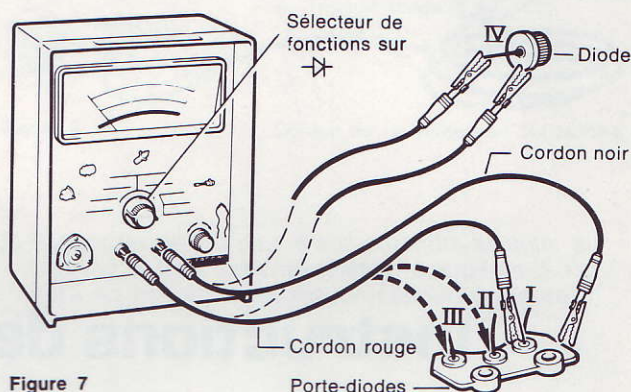

Figure 7
2. Raccorder l'appareil au secteur au moyen de son cordon d'alimentation situé à l'arrière du boîtier et positionner le sélecteur de fonctions sur « Diodemètre » face à la représentation d'une diode ($\text{--}\text{>}\text{--}$) (figure 7).
3. Brancher l'appareil X 525 comme indiqué sur la figure 7, c'est-à-dire :
2. Déplacer l'autre pince à chaque électrode des trois diodes (figure 7, I, II et III), vérifier à chaque déplacement (voir : « Interprétation des lectures » ci-après).
Relier les 2 cordons aux électrodes de la diode comme indiqué sur la figure 7 en IV.